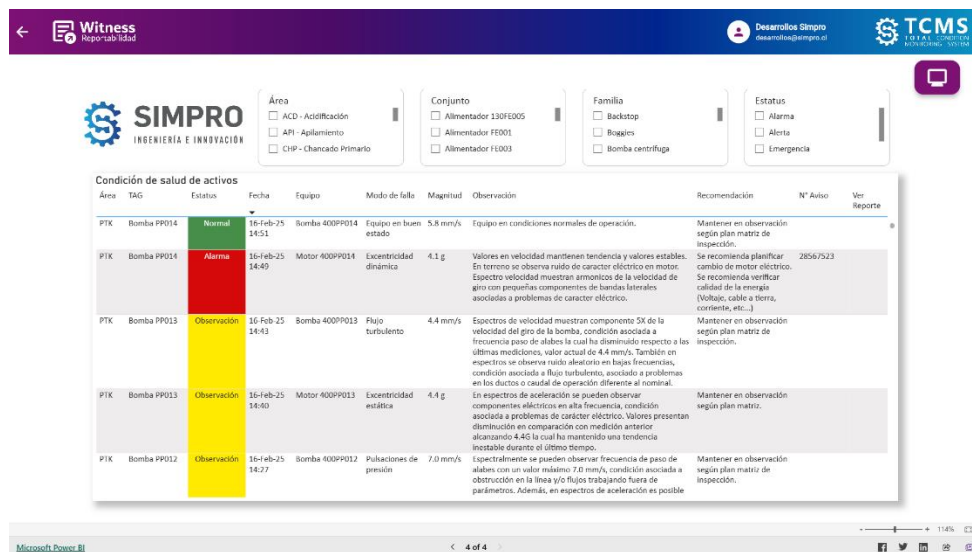

Fig. 17: Dashboard Condición de salud.
- **Condición activo:** Muestra todas las condiciones registradas en los últimos 30 días, a diferencia del Fig. 17: que muestra solo la última condición del componente.